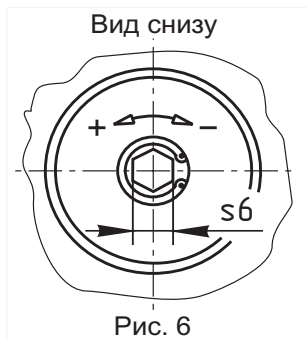

Рис. 6
4.4.4 При необходимости регулирования количества пропускаемого газа, используйте винт в нижней крышке (только для клапанов ВН..К). Поворачивая винт в сторону знака « - » можно уменьшить количество пропускаемого через клапан газа (рис. 6).